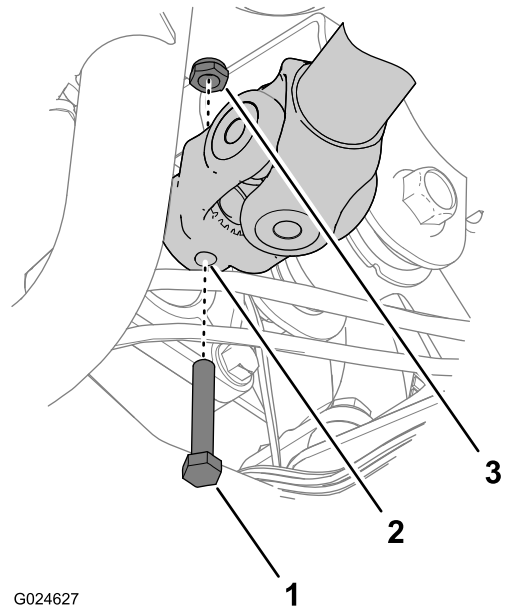

Figura 30
8. Inserte el perno (5/16 x 1-7/8 pulgadas) por los taladros de la horquilla y del eje, y sujete el perno con la contratuerca (5/16 pulgada), según se muestra en Figura 30.